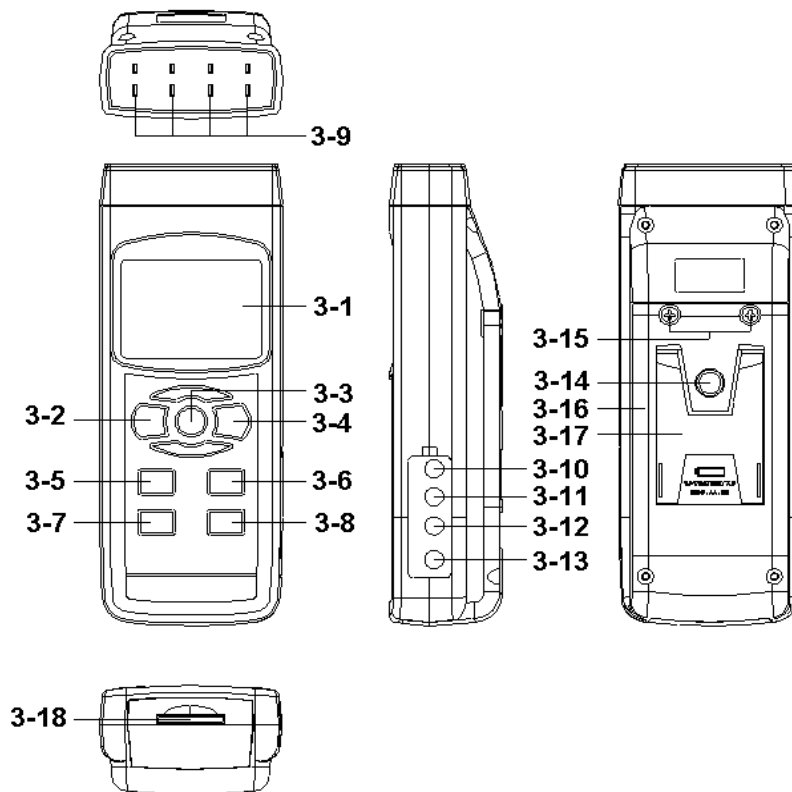

Fig. 1
- 1) Zet de thermometer aan door één keer op de Aan-toets (3-2, Fig.1) te drukken.
- 3) Plaats de sondes type K in de aansluitingen "T1, T2, T3, T4" (3-9, Fig. 1). De LCD toont tegelijkertijd de 4 kanalen (T1, T2, T3, T4) en de temperatuur.
Alle meetprocessen zijn hetzelfde als de type K meting (punt 5.1) behalve het selecteren van het type temperatuursensor. Druk op de Type toets (3-5, Fig. 1), totdat er op het scherm "J/T/E/R/S" verschijnt.
Alle meetprocessen zijn hetzelfde als de type K meting (punt 5.1) behalve het selecteren van het type temperatuursensor. Druk op de Type toets (3-5, Fig. 1), totdat er op het scherm „Pt“ verschijnt.
Aansluiting PT1 (3-10, Fig.1)
Aansluiting PT2 (3-11, Fig.1)
Als er op de thermometer twee sondes worden aangesloten (Type K/J/T/E/R/S: ingang T1, T2 / Pt 100 ohm: ingang PT1, PT2) drukt u op de toets "T1-T2" (3-6, Fig. 1). Het scherm toont dan het temperatuurverschil tussen T1, T2 (PT1, PT2) als volgt:
Druk tijdens de meting op de Hold-toets (3-3, Fig. 1), zodoende houdt u de meetwaarde op het scherm vast. De display toont het symbool " HOLD".
- 1) De gegevensregistratiefunctie slaat de maximum en minimum waarden op. Druk éénmaal op "REC" (3-4, Fig.1) om met de gegevensregistratie te beginnen. Het symbool "REC" verschijnt op de display
- a) Druk éénmaal op "REC" (3-4, Fig. 1). Het symbool "REC MAX" met de maximumwaarde verschijnt op het scherm. Als u de maximumwaarde wilt wissen, één keer op "Hold" (3-3, Fig. 1) drukken, op de display verschijnt het symbool "REC". Hierna wordt de registratiefunctie continue uitgevoerd.
- b) Druk opnieuw op "REC" ( 3-4, Fig. 1 ). Het symbool "REC MIN" met de minimumwaarde verschijnt op de display. Als u de minimumwaarde wilt wissen, één keer op "Hold" (3-3, Fig. 1) drukken, op de display verschijnt het symbool "REC". Hierna wordt de geheugen registratiefunctie uitgevoerd.
Nadat u het apparaat heeft aangesloten, gaat de achtergrondverlichting van de LCD automatisch aan. Druk tijdens de meting één keer op de knop "Backlight" (3-2, Fig. 1) om de verlichting uit te schakelen. Druk opnieuw op "Backlight" om de achtergrondverlichting opnieuw aan te doen.
- a. Plaats de SD kaart in de gleuf voor de kaart (3-18, Fig. 1). De voorkant van de SD kaart moet naar de onderkant van de behuizing zijn gericht.
Druk éénmaal op " REC" (3-4, Fig. 1), op de LCD display verschijnt "REC", druk vervolgens op "Logger" (3-8, Fig. 1). Het symbool "LOGGER" knippert en de pieptoon piept, terwijl de meetgegevens worden opgeslagen.
Als u tijdens de dataloggerfunctie éénmaal op "Logger" (3-8, Fig. 1) drukt, stopt de functie (hij stopt tijdelijk met het opslaan van de meetgegevens). "REC" stopt met knipperen. (Door nogmaals op "Logger" (3-8, Fig. 1) te drukken, wordt de functie weer geactiveerd.)
Tijdens de onderbreking van de datalogger, minstens 2 seconden op "REC" (3-4, Fig. 1) drukken, de indicatie "REC" verdwijnt en de dataloggerfunctie is beëindigd.
Druk éénmaal op " REC" (3-4, Fig. 1), op het scherm verschijnt "REC", druk daarna éénmaal op "Logger" (3-8, Fig. 1). Het symbool "REC" knippert en de pieptoon klinkt één keer, terwijl de meetgegevens en het geheugennummer worden opgeslagen
Tijdens de handmatige dataloggerfunctie op de toets "▲" (3-5, Fig. 1) of "▼" (3-6, Fig. 1) drukken, om het geheugennummer (1 tot 99,) in te stellen.
Druk gedurende minstens 2 seconden op "REC" (3-4, Fig. 1) de indicatie "REC" verdwijnt en de datalogfunctie is beëindigd.